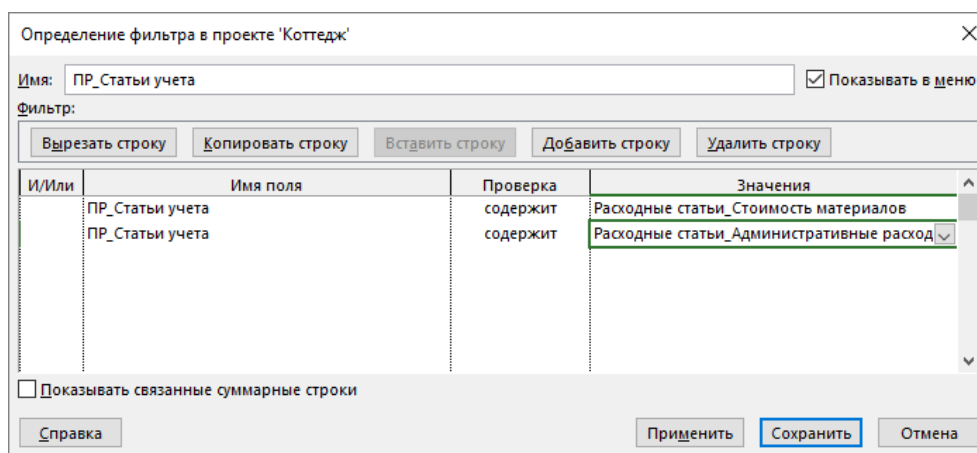

Рисунок 75 – Создание нового фильтра
5. На закладке «Вид» в области «Данные» создаем новый фильтр по полю «ПР_Статьи учета» с проверкой на две статьи «Стоимость материалов» и «Административные расходы», Рисунок 75.